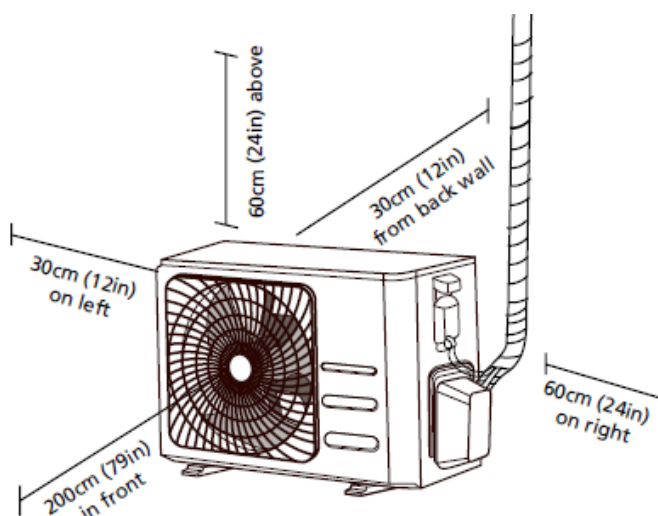

Fig. 4.1
- ☒ Imødekommer alle pladmæssige krav vist i Krav til installationsmål (fig. 4.1)